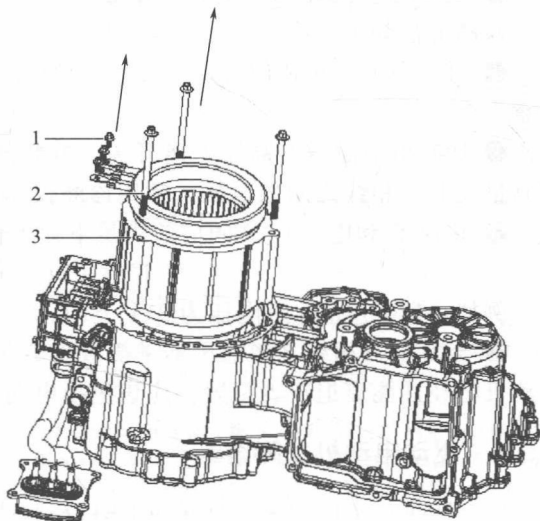

图 1-1-12
③ 后处理。
(8) 电动机定子拆卸与安装
① 拆卸前。
② 拆卸维修。
a. 用扳手将固定三相动力线束和接线座的 M6×12 法兰面螺栓 1 拧下 (图 1-1-12)。